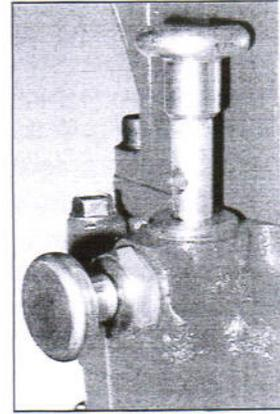

Fig. 20
a. Per innescare la trivella ed usare la marcia lavoro portare l'alberino del cambio a fine corsa verso l'alto (vedi fig. 20).